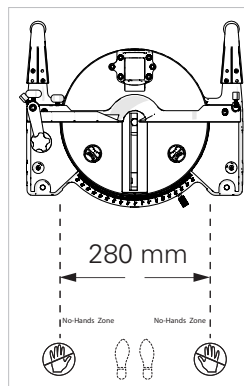

Fig. 10
3. Posicionamiento del cuerpo y la mano (Fig. 10)